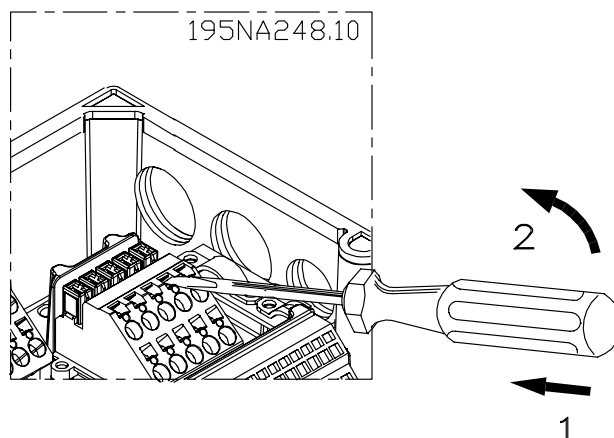

图 4.9 打开端子
1. 将一把小螺丝刀插入触点上方的槽中, 从而打开触点, 如 图 4.9 所示。